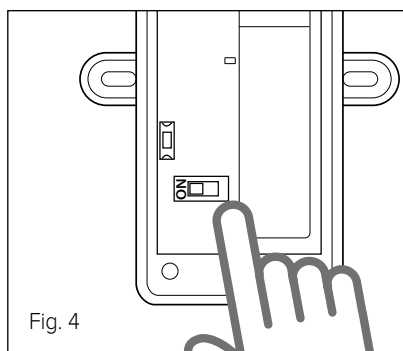

Fig. 4
- Régler le minirupteur sur la carte de la sonde extérieure sur la position **ON** (Fig. 4).